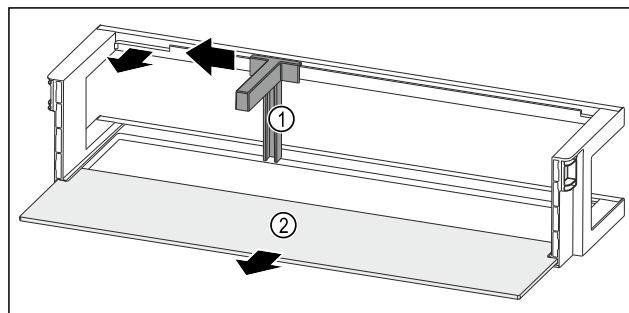

Fig. 86 Рафт на врата с преграда за бутилки и рафт
- Плъзнете преградата за бутилки Fig. 86 (1) настрани до прореза.
- Свалете преградата за бутилки Fig. 86 (1).
- Свалете рафта Fig. 86 (2).